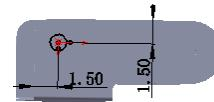

图 14.5.20 编辑草图
(4) 编辑草图，如图 14.5.20 所示。退出草图环境，完成成形特征 1 的创建。